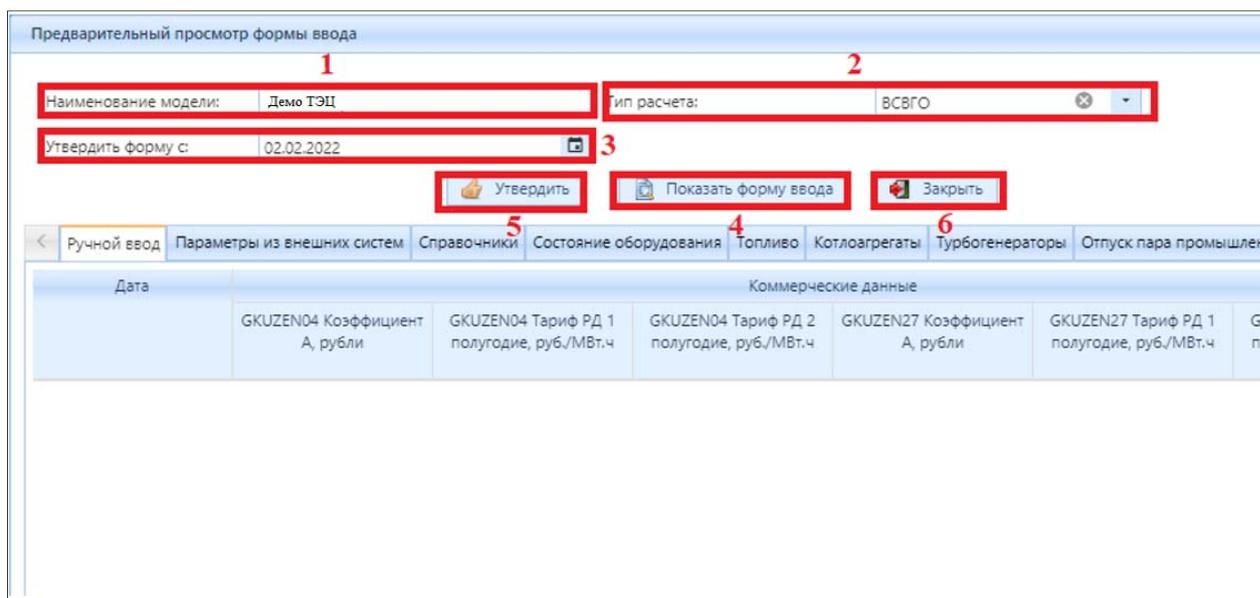

Рисунок 4.6.17 – Окно «Предварительный просмотр формы ввода»
Нажмите кнопку (4) «Предварительный просмотр» (рис. 4.6.13). Откроется окно предварительного просмотра формы ввода (рис. 4.6.17). Выберите наименование модели – (1) (рис. 4.6.17), тип расчета – (2) (рис. 4.6.17), дату, на которую будет утверждена форма – (3) (рис. 4.6.17). Для предварительного просмотра Формы ввода нажмите на кнопку (4) «Показать форму ввода» (рис. 4.6.17).